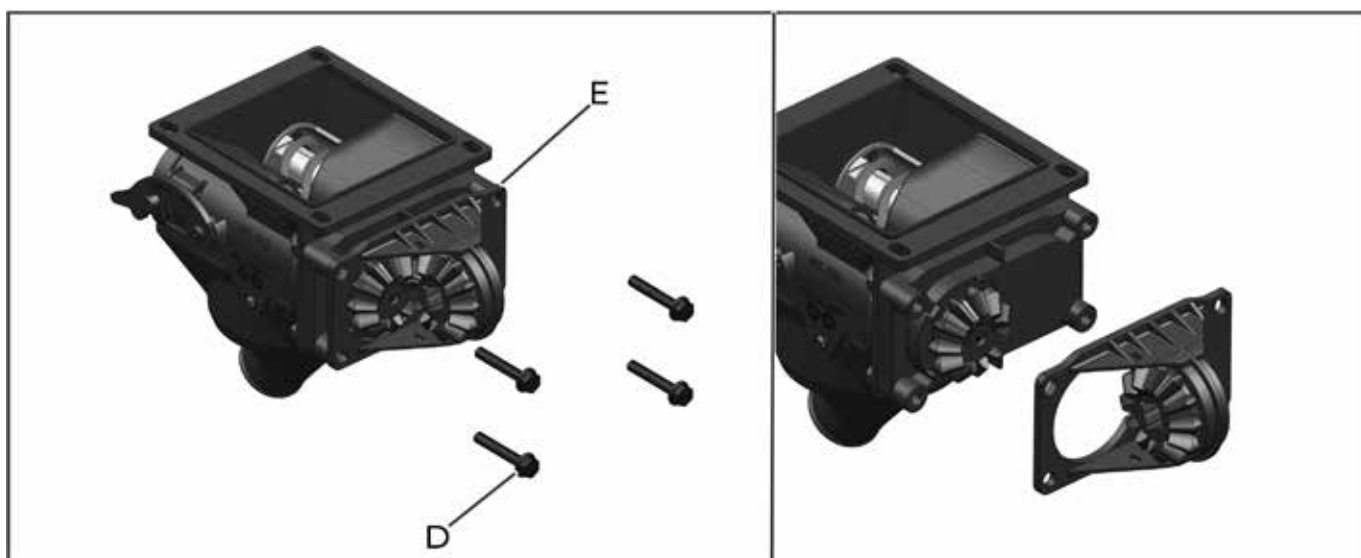

fig. 56
Para realizar a limpeza, manutenção ou substituição dos rolamentos e componentes do mancal (E) (fig. 56), afrouxe os parafusos (D) (fig.56) de fixação e remova o mesmo.